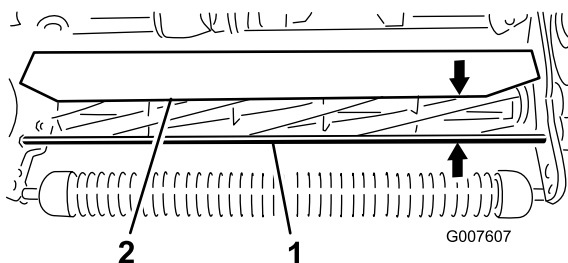

Figura 53
1. Meça a distância da parte superior da barra de apoio da frente à borda frontal do resguardo em cada extremidade da unidade de corte (Figura 53).